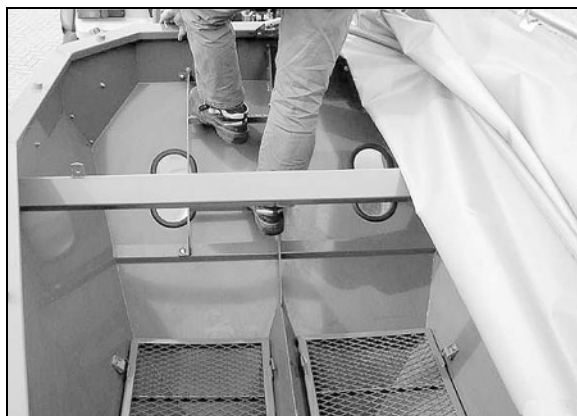

Рис. 60
4. Отсоедините фиксатор (Рис. 60/1) установочного рычага редуктора.
5. Указатель рычага редуктора (Рис. 60/2) переместите на одно из следующих положений редуктора:
6. Затяните фиксатор (Рис. 60/1).